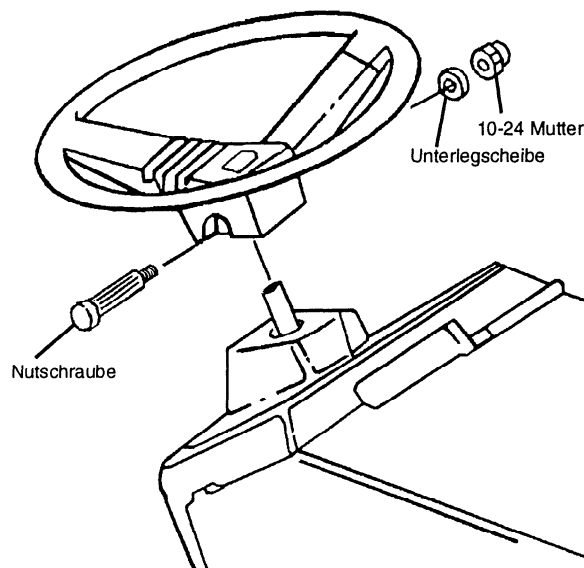

ABBILDUNG 2
- Lenkrad aus der Verpackung nehmen und so auf der Lenkwelle positionieren, daß die mittlere Speiche zum Heck des Traktors zeigt (siehe Abbildung 2).